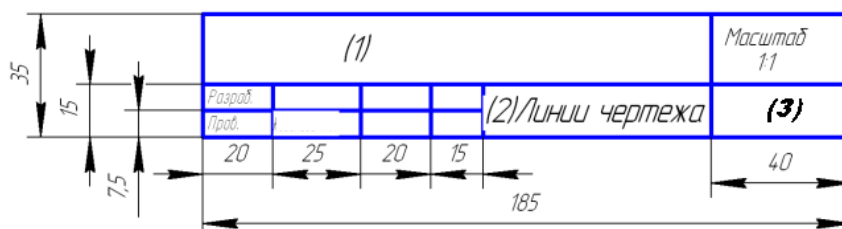

Рисунок 1- Упрощенная основная надпись
1. Нанести тонкими линиями на листе формата А4 рамку согласно ГОСТ 2.301-68 и упрощенную основную надпись (смотри рисунок 1).